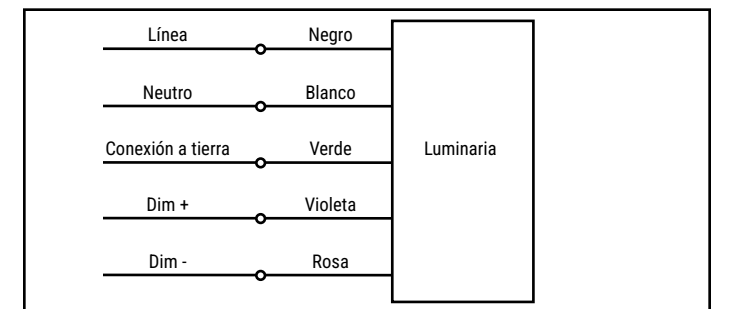

Figura 9
3. Conecte los cables de la luminaria según el diagrama de cableado. (Figura 9).